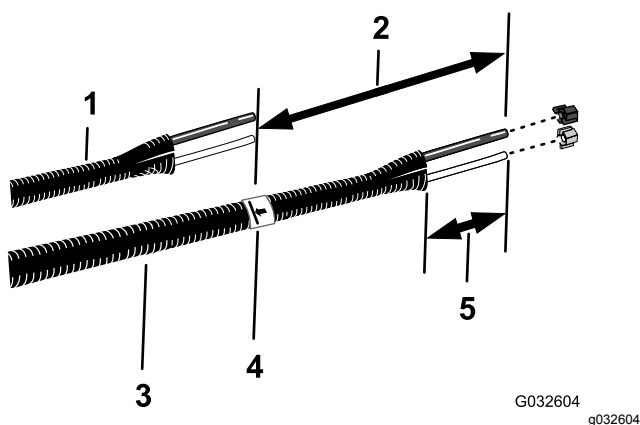

Figure 22
6. Alignez les anciens tubes de liquide et d'air (Figure 22) et les nouveaux (réf. Toro 114–9553).
8. Sur les nouveaux tubes, comptez 26 cm à partir du repère que vous avez effectué à l'opération 7, marquez les tubes et coupez-les au second emplacement (plus long) (Figure 22).
10. Retirez 77 à 102 mm de la gaine à chaque extrémité des tubes (Figure 22).